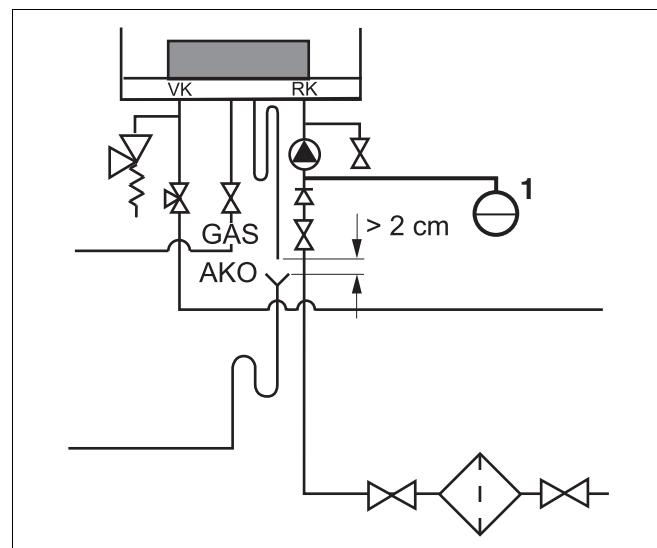

Fig. 18 Vaso d'espansione solamente per installazione di caldaia singola
- Collegare il vaso d'espansione alla caldaia nella linea di ritorno (RK).
In presenza di un separatore: collegare il vaso d'espansione sul lato secondario del separatore nella linea di ritorno (fig. 18, pos. 1).